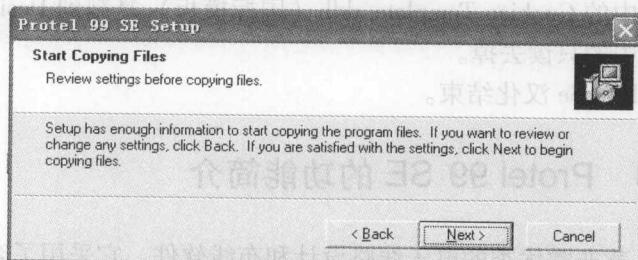

图 1-9 开始安装文件
(9) 单击“Next”按钮，出现如图 1-9 所示的即将开始安装界面。